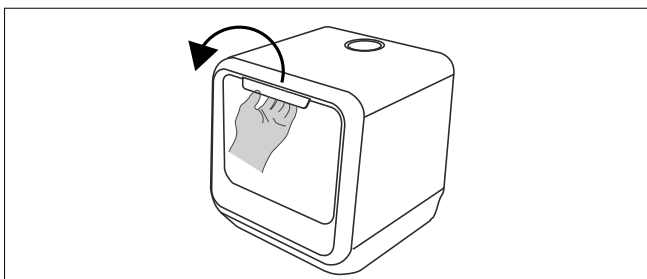

Abb. 12 – Tür öffnen
- ▶ Fassen Sie in die Griffmulde (1) und öffnen Sie die Tür, in dem Sie sie zu sich ziehen. Klappen Sie die Tür vollständig auf (siehe **Abb. 12**).